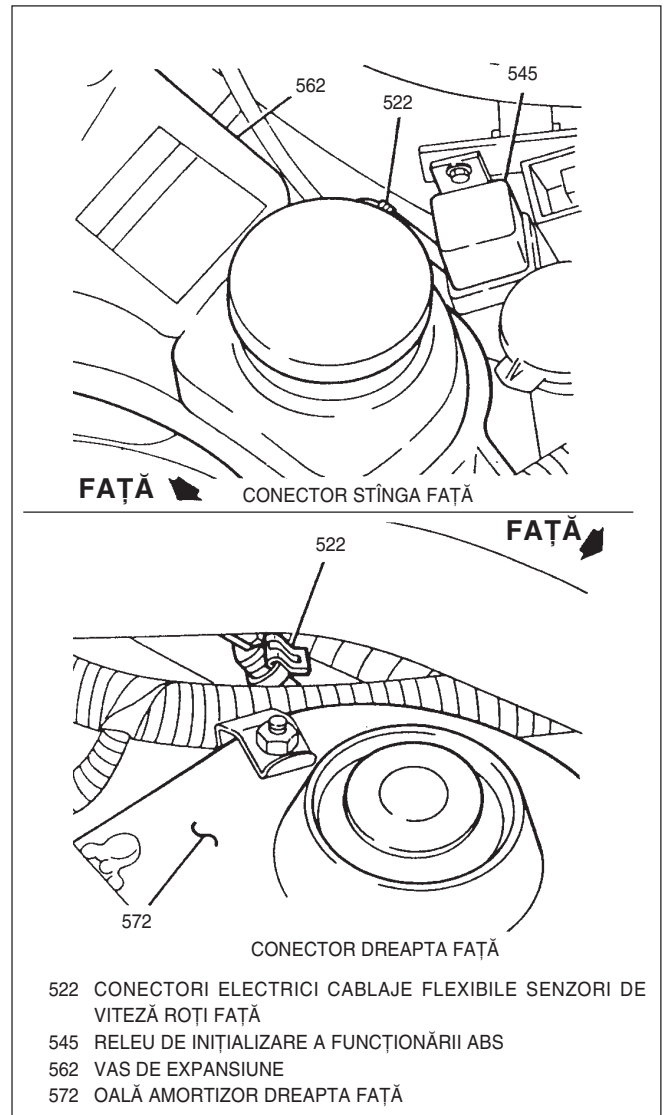

Fig. 26 Localizarea conectorilor electrici ai cablajelor flexibile ale senzorilor de viteză ale roților față
2. Conectorul electric al cablajului flexibil. Conectorul stînga față este localizat sub releul de inițializare a ABS, iar conectorul dreapta față este localizat în spatele oalei amortizorului (Fig. 26).